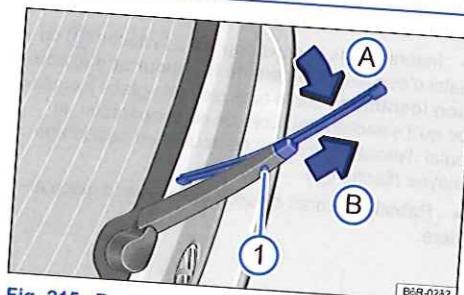

Fig. 215 Remplacement du balai d'essuie-glace arrière.
- Maintenez enfoncée la touche de déverrouillage => **fig. 215 ①**.
- Basculez le balai d'essuie-glace en direction du bras d'essuie-glace => **fig. 215** (flèche [°]**A**) et retirez-le en même temps dans le sens de la flèche **B**. Il se peut que vous deviez exercer pour cela une force relativement importante.